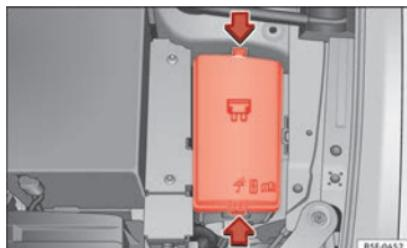

Fig. 102 Dans le compartiment moteur : cache du boîtier de fusibles.
- Appuyez sur les languettes de verrouillage pour déverrouiller le cache de la boîte à fusibles ➤ **fig. 102**.